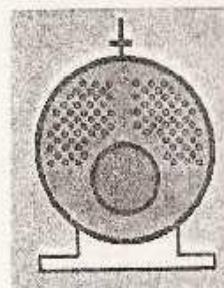

fig 3
#calefacción en edificios fig 3
2.2.2. CIRCULACION FORZADA # generador de agua caliente. fig 3